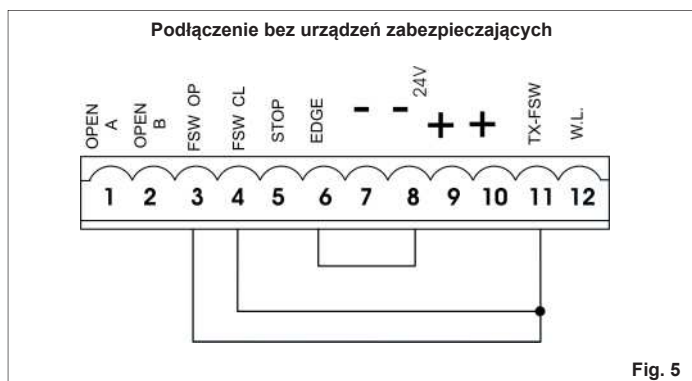

Fig. 5
Jeżeli nie są stosowane urządzenia zabezpieczające, należy zmostkować zaciski jak na rys. 5.
**Jeśli nie są podłączone urządzenia zabezpieczające podczas otwierania, zmostkować wejścia OP i -TX FSW (rys. 5).**
**Jeśli nie są podłączone urządzenia zabezpieczające podczas zamykania, zmostkować zaciski CL i -TX FSW (rys. 5).**
**Jeśli urządzenia zabezpieczające listwy nie zostaną podłączone, zmostkować wejścia EDGE i -.** (rys. 5).